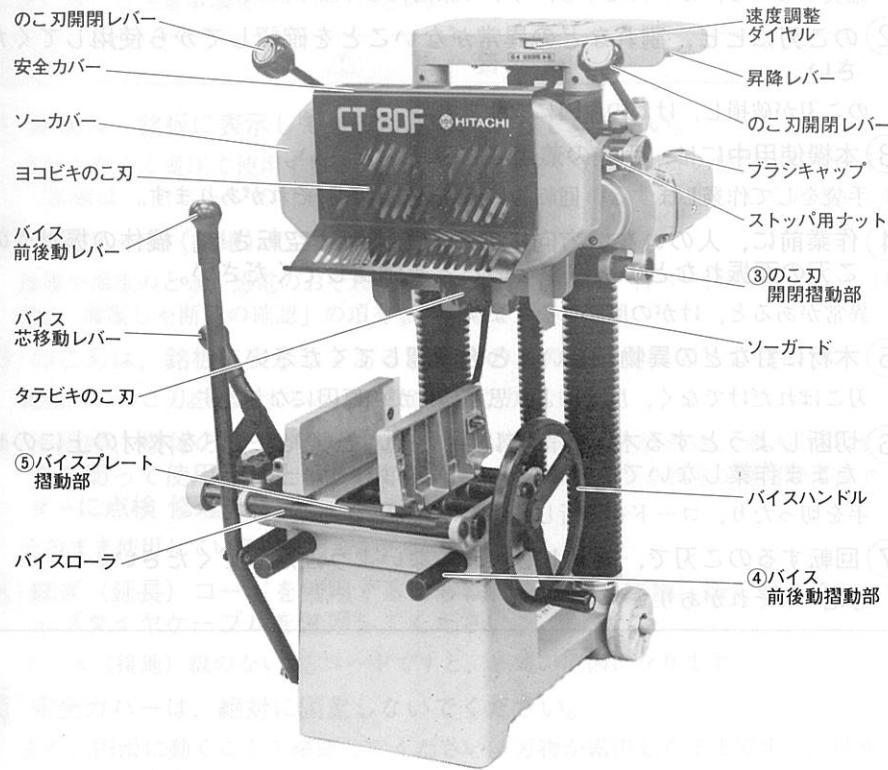

図 1
**注** • 図1, 2において①, ②, ③, ④, ⑤ はとくに大切な注油場所を示します。